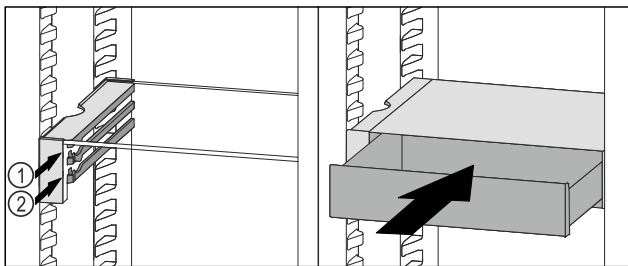

Fig. 117
- ▶ VarioSafe-Schubfach hinter den Stopperrn auf gewünschter Rippe Fig. 117 (1) oder Fig. 117 (2) aufsetzen.